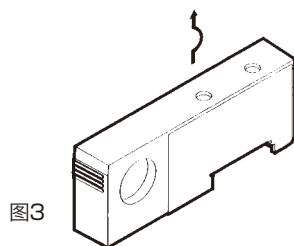

图3
- ①打开终端模块配线凹槽部的盖板。
- ②将螺钉旋松6~7圈, 抓住连接键拉出。
- ③将终端模块移动4mm以上, 拉向图3的箭头方向后拆下。